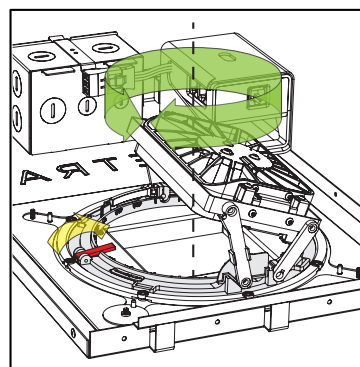

fig. 6
- d. Déverrouillez le verrou de rotation en le tirant vers l'ouverture du luminaire. Le verrou de rotation est le levier rouge vertical situé en face du châssis de l'émetteur (voir la fig. 6).